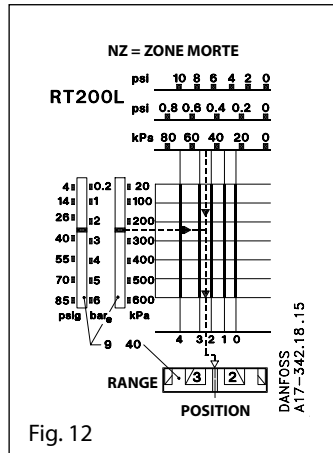

Fig. 12
Régler la zone neutre:  $35 - 32 = 3$  m C.E. égal à 0.3 bar avec la molette de zone neutre (40), fig. 8 page 9. Comme il ressort du diagramme fig. 12, régler la molette juste au-dessus de 1. Le montage d'essai fig. 14 permet d'obtenir un réglage plus précis.